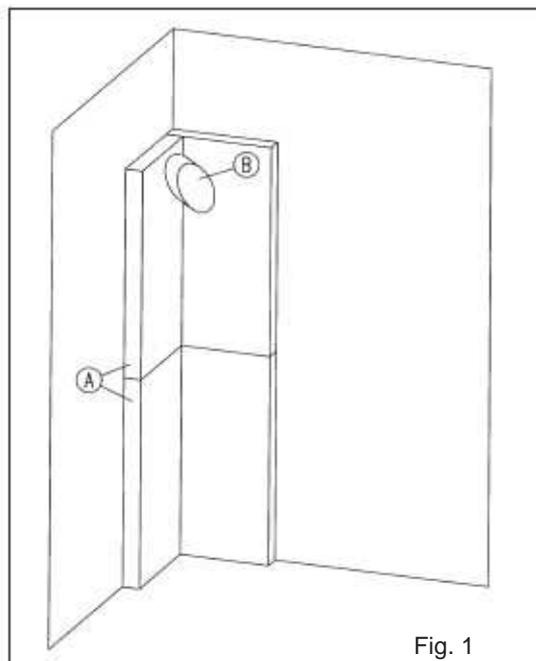

Fig. 1
3.2 Fixer maintenant les 4 premières plaques de Promasil comme indiqué à la Fig. 1.